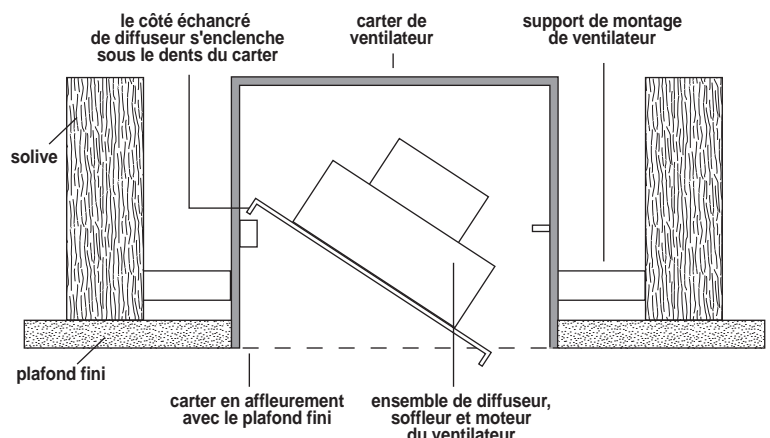

Fig. 1
2. Insérez le diffuseur (avec le moteur et le carter du souffleur montés à l'usine) dans le carter à un angle d'environ 45°, le côté échancré du diffuseur étant vers le bas. Alors que vous installez le diffuseur, branchez le moteur dans la prise. Le côté échancré du diffuseur devrait être verrouillé sous les dents du carter (fig. 1).